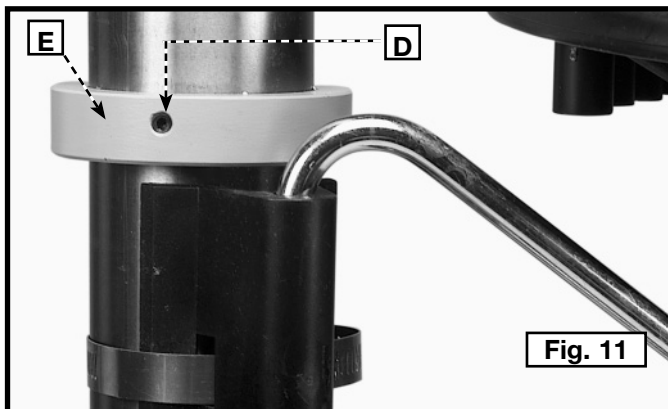

Fig. 11
9. Installer l'anneau (E, fig. 11) (déposée à l'ÉTAPE 1) sur la colonne.
IMPORTANT : Placer la crémaillère sous la partie inférieure de l'anneau. Laisser assez d'espace pour que la crémaillère (F) puisse tourner autour de la colonne. Serrer la vis de calage (D, fig. 11).